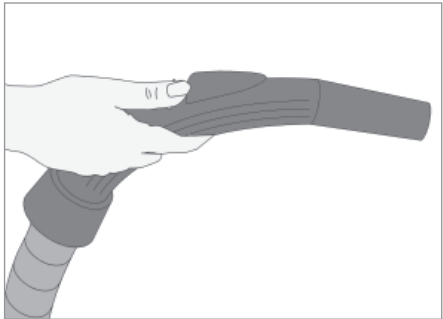

Fig. 5
La fessura dell'aria secondaria (O) si trova sull'impugnatura e viene utilizzata per regolare la forza d'aspirazione (FIG. 5)